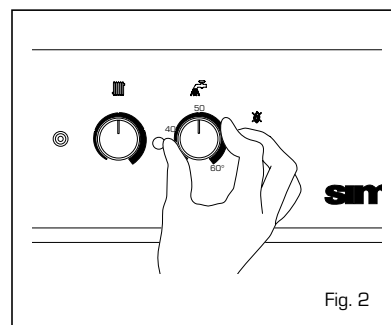

Fig. 2
- La regulación de la temperatura del agua sanitaria se obtiene con la manopla del potenciómetro sanitario con campo de regulación de 0 a 60°C (fig. 2).